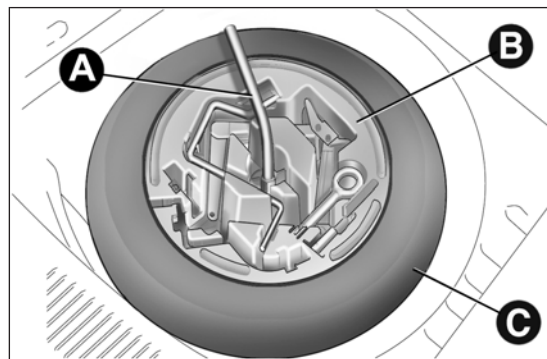

fig. 122
- ☐ utilizzando la chiave A fig. 122 ubicata nel contenitore portattrezzi, svita il dispositivo di bloccaggio, prendi il contenitore portattrezzi B e portalo accanto alla ruota da sostituire; preleva poi il ruotino di scorta C;